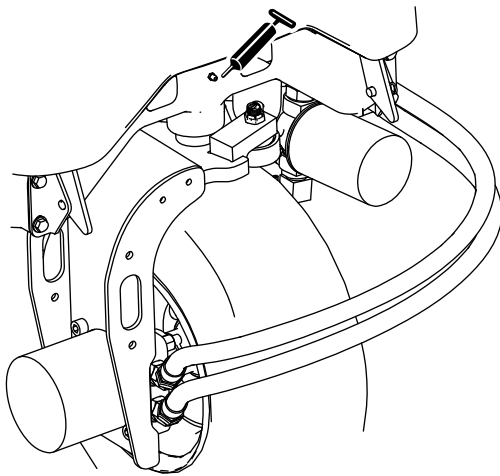

Figura 36
- Articulação da direção (**Figura 36**)